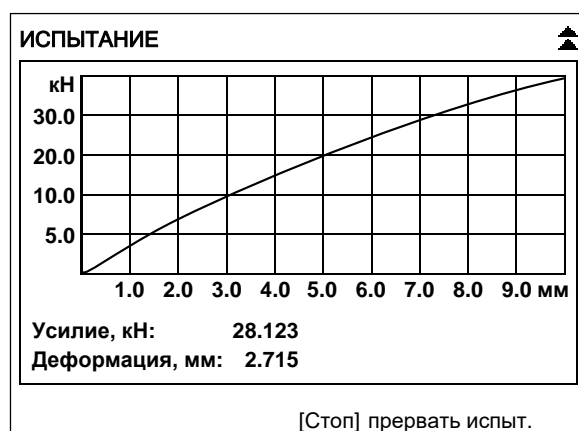

Рисунок 23 – График
4.5.5.7 После того, как нагрузка на образец превысит величину, заданную параметром **«Порог касания»** в меню настроек (п.4.10.1, страница 29), на дисплее отображается график (рисунок 23).